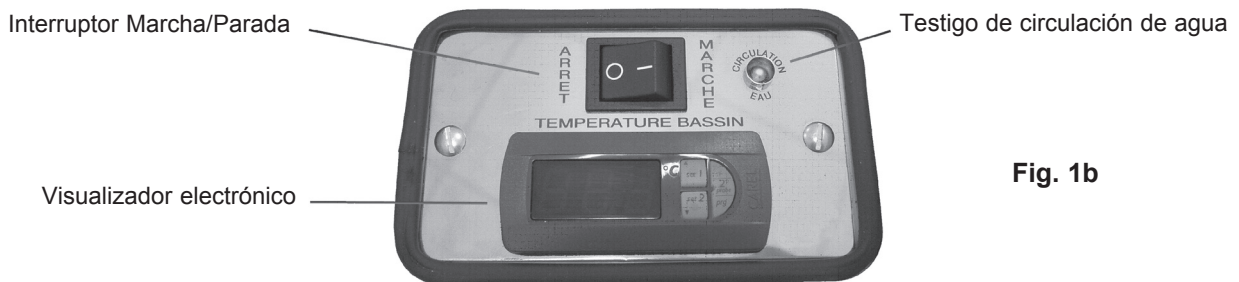

Fig. 1b
- Poner la bomba en marcha durante 15mn. Como mínimo (Fig.1b).
- Visualizar la temperatura del agua en el visualizador electrónico (Fig.1b).